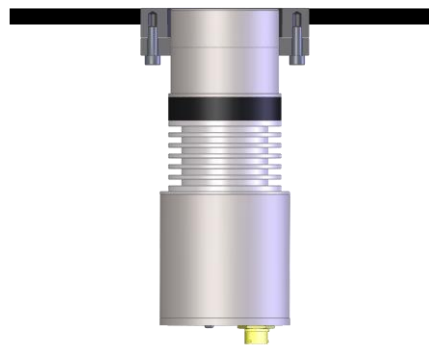

Ilustración 32: Sensor montado de forma empotrada
5. Asegúrese de que el sensor está empotrado en la pared interna del punto de instalación (Ilustración 32). Ajuste el anillo de fijación si el sensor no está empotrado.